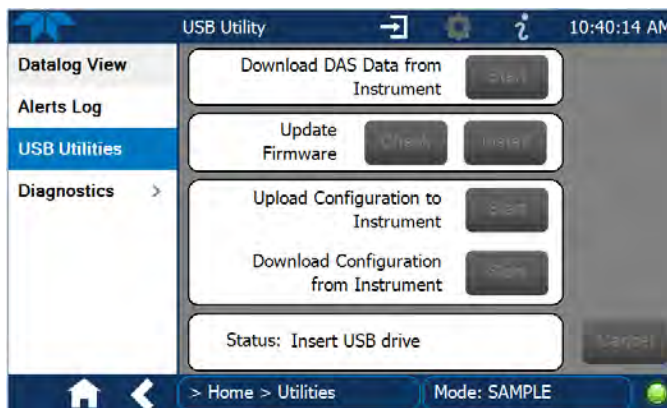

Abbildung 2-40 Seite USB Utility
1. Drücken Sie auf das Menü USB Utilities um die entsprechende Seite zu öffnen (Abbildung 2-40).